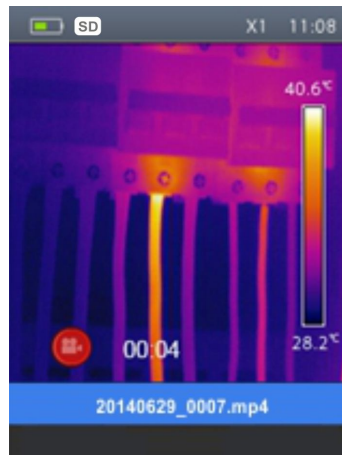

Abb. 25: Videoaufnahme
4. Drücken und halten Sie die **T** (Trigger) Taste einige Sekunden lang, um die Videoaufzeichnung zu aktivieren. Die Meldung “JJJJMMTT \_xxxx.mp4” erscheint in der Statusleiste und der Timer wird unten auf dem Display angezeigt (siehe Abb. 25).